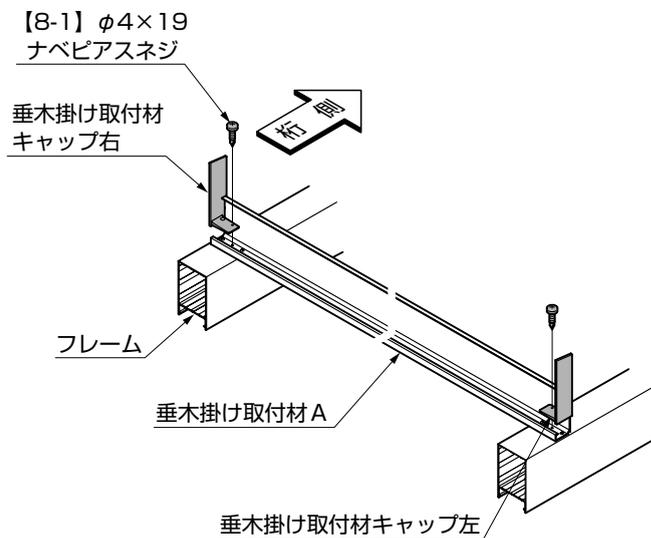
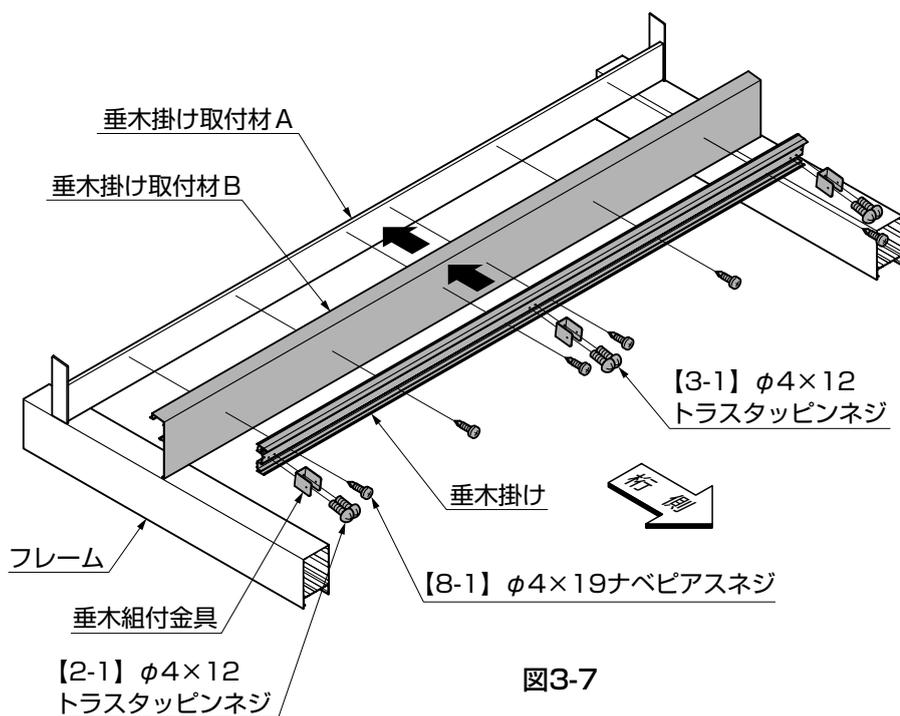
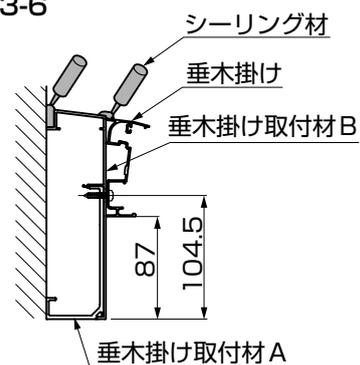

図3-6
図3-7
図3-8 6尺の場合
- ②垂木掛け取付材キャップを垂木掛け取付材Aとフレームに【8-1】で取付けてください。(図3-6参照)
- ③垂木掛け取付材Bを垂木掛け取付材Aにはめ込んでください。
- ④垂木掛けを垂木掛け取付材Bと垂木掛け取付材Aに【8-1】で取付けてください。(図3-7、図3-8、図3-9参照)
- ⑤垂木組付金具を垂木掛けに【2-1】、【3-1】で取付けてください。